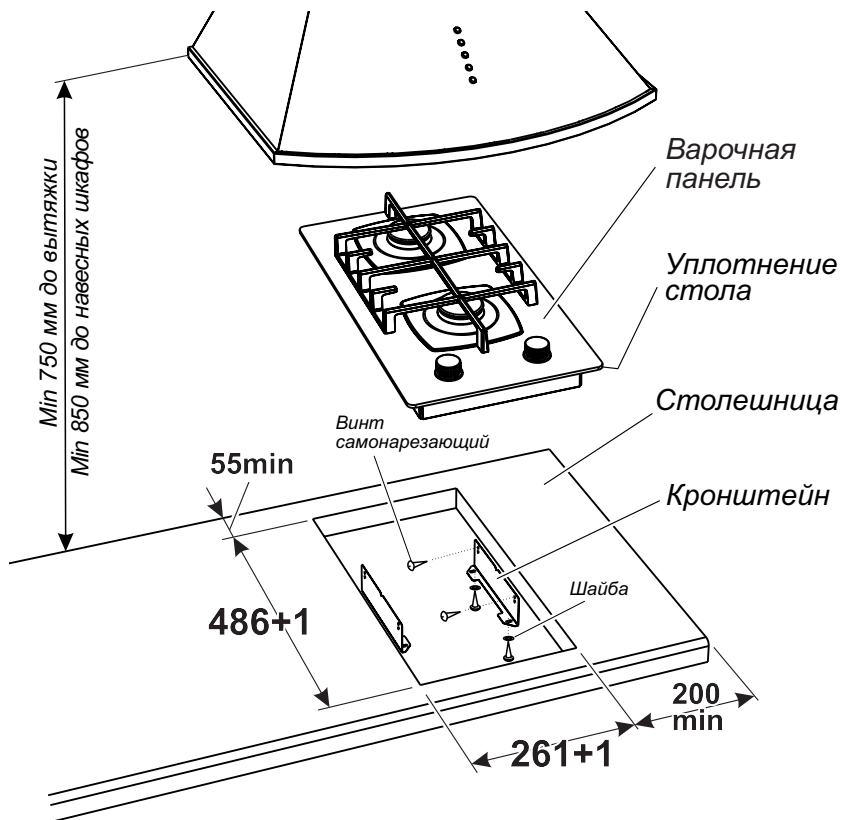

Рис. 3
1. Точно разметить на столешнице контур проема под прибор в соответствии с рис. 3.